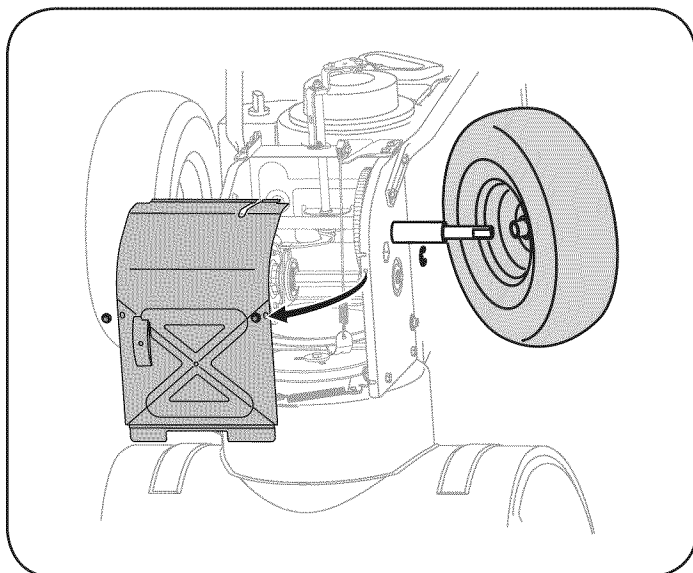

Figura 28
5. Retire la rueda derecha quitando el tornillo y la arandela de campana que la aseguran al eje. Vea la Figura 28.